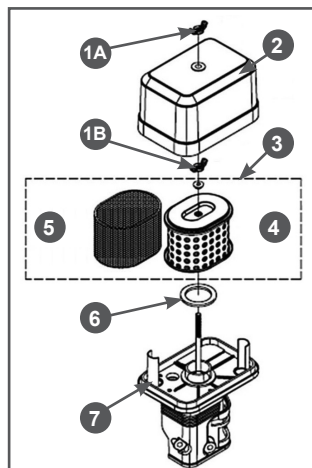

Рис. 25 Обслуживание воздушного фильтра (двойной фильтрующий элемент)
1. Открутите барашковую гайку 1А и снимите крышку 2 воздушного фильтра (Рис. 25).
2. Открутите барашковую гайку 1В и извлеките из корпуса воздушный фильтр 3 в сборе (Рис. 25).
3. Проверьте целостность и чистоту фильтрующих элементов. Поролоновый (предварительный) фильтрующий элемент 5 установлен на корпусе бумажного фильтрующего элемента 4 (Рис. 25).
4. При незначительном загрязнении промойте поролоновый фильтрующий элемент 5 (Рис. 25) теплым мыльным раствором и просушите. Поврежденный или сильно загрязненный поролоновый фильтрующий элемент замените.
6. Произведите очистку крышки 2 и корпуса 7 воздушного фильтра (Рис. 25), не допуская попадания пыли и грязи в воздухопровод, ведущий к карбюратору.
8. Перед установкой воздушного фильтра 3 убедитесь, что уплотнительное кольцо 6 воздушного фильтра находится на месте и не имеет повреждений (Рис. 25).